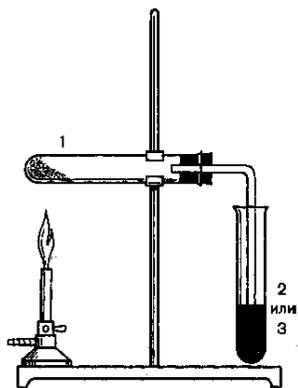

Рис. 1. Прибор для получения метана
Опыт проводится в приборе, показанном на рис.1 В 1-ю пробирку поместите 6 лопаточек безводного ацетата натрия (1) и 10 лопаточек натронной извести (2), смесь перемешать. Вставьте в пробирку пробку с газоотводной трубкой пробирку закрепите горизонтально в лапке штатива. Во вторую пробирку поместите бкапель бромной воды (3), в 3-ю 6 капель 2% раствора перманганата калия (4).